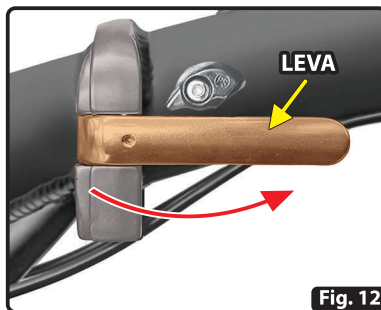

Fig. 12
- Llevar la **leva** hasta la posición "cerrar" para trabar el mecanismo (Fig. 12).